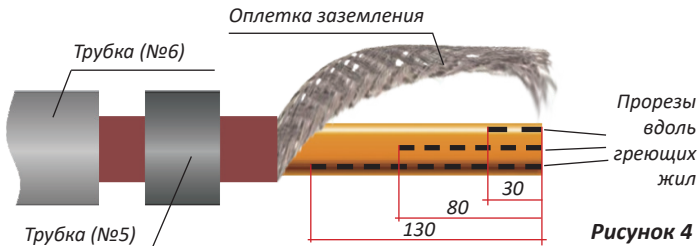

Рисунок 4
6.4. На одной, доступной плоской части изоляции нагревателя аккуратно произвести продольные прорезы вдоль греющих жил острым ножом, согласно размерам, так чтобы лезвие ножа упёрлось в металлическую жилу (рис.4).